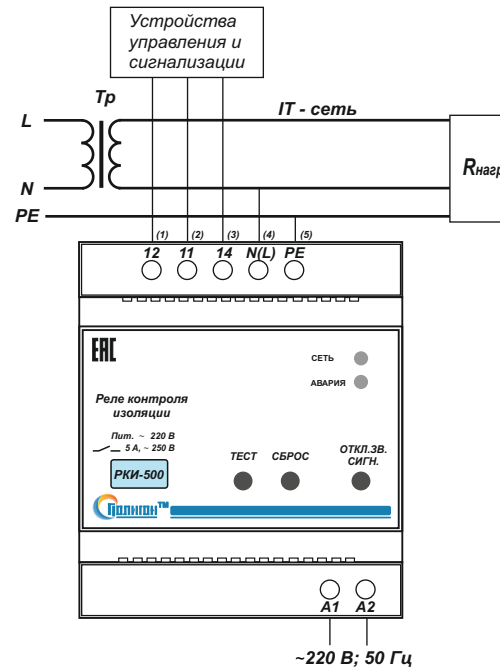

Рис.1. Типовая схема подключения блока РКИ-500 к однофазной сети.
4.3. Произвести подключение реле контроля изоляции РКИ-500 согласно маркировке (рис.1,2,3.): N(L) - нейтраль